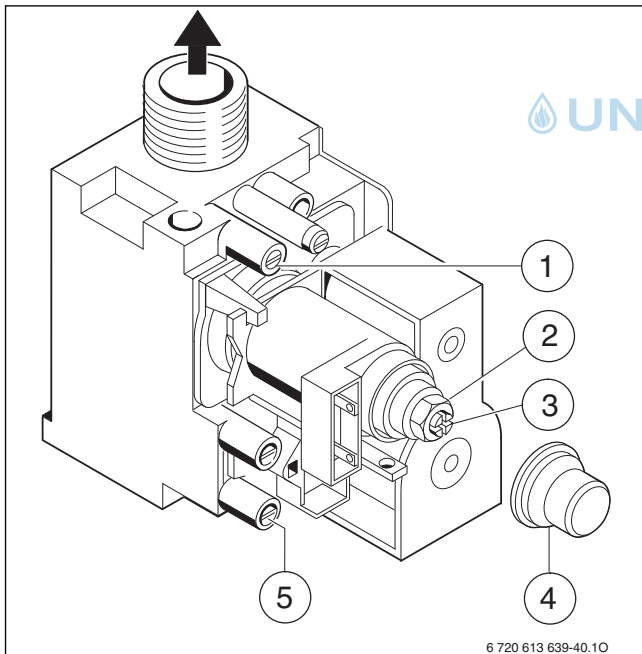

Bild 46 Gasarmatur
- Dichtschaube am Mess-Stutzen für Düsendruck (→ Bild 46, [1]) lösen und U-Rohrmanometer anschließen.
- Abdeckung (→ Bild 46, [4]) entfernen.
- Für „max“ angegebenen Düsendruck (mbar) aus Tabelle Seite 56 entnehmen. Düsendruck über Einstellschraube max. Gasmenge (→ Bild 46, [2]) einstellen. Rechtsdrehung mehr Gas, Linksdrehung weniger Gas.
- Für „min“ angegebenen Düsendruck (mbar) aus Tabelle Seite 56 entnehmen. Düsendruck über Einstellschraube min. Gasmenge (→ Bild 46, [3]) einstellen.
- ▶ Dichtschaube am Mess-Stutzen für Gas-Anschlussfließdruck (→ Bild 46, [5]) lösen und Druckmessgerät anschließen.
- ▶ Abdeckung (→ Bild 46, [4]) entfernen.
- ▶ Für „max“ angegebene Gasdurchflussmenge aus Tabelle Seite 56 entnehmen. Gasdurchflussmenge über Gaszähler an Einstellschraube max. Gasmenge (→ Bild 46, [2]) einstellen. Rechtsdrehung mehr Gas, Links-drehung weniger Gas.
- ▶ Für „min“ angegebene Gasdurchflussmenge aus Tabelle Seite 56 entnehmen. Gasdurchflussmenge über Gaszähler an Einstellschraube min. Gasmenge (→ Bild 46, [3]) einstellen.